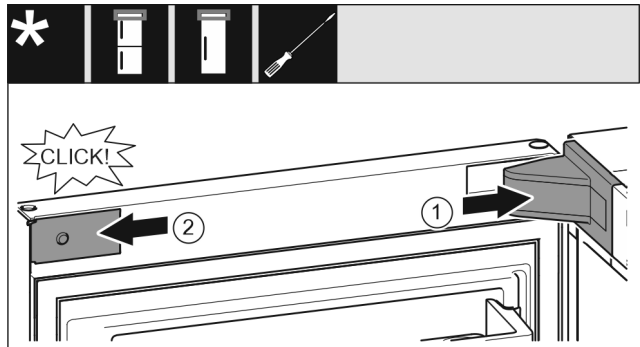

Fig. 22
- ▶ Stavite pokrov podloška ležaja Fig. 22 (1) i pustite ga da se uglavi, po potrebi ga oprezno razdvojite.
- ▶ Postavite masku Fig. 22 (2) bočno i uglavite je.